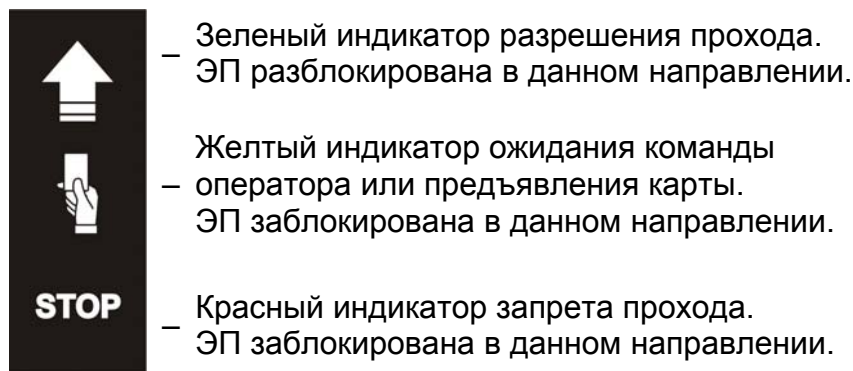

Рисунок 2. Мнемонические индикаторы блока индикации
Блоки индикации (8) расположены в торцевых крышках стойки ЭП и предназначены для информирования пользователей о текущем состоянии направлений прохода ЭП и установленных РКД. Индикация ЭП при подаче команд управления от ПДУ указана в таблице 1. Блок индикации имеет три мнемонических индикатора (рис. 2):